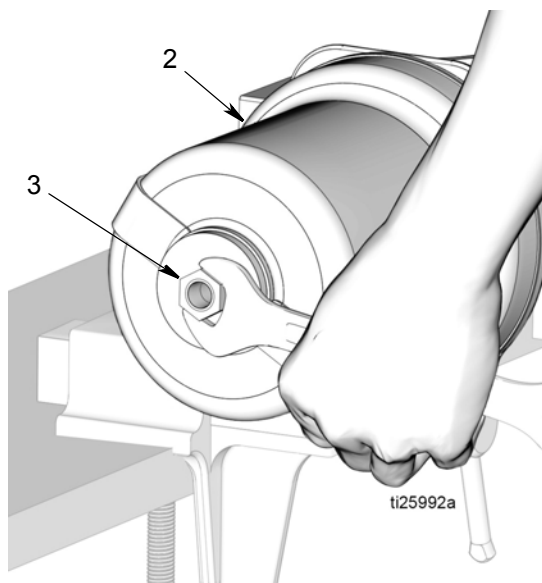

FIG. 55
- e. Enrosque la tuerca de tope del pistón (3) en la parte superior del cilindro de aire (2) como se observa en FIG. 55. Apriete la tuerca con la llave. Apriete después la tuerca a un par de 15 a 17 ft. lbs (20,3 a 23,1 N•m).